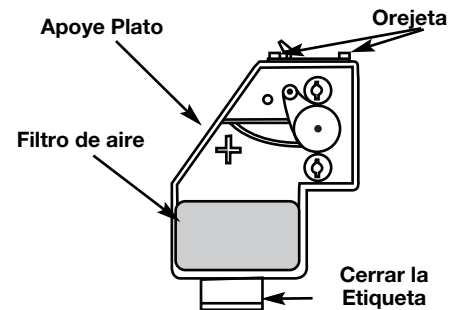

Fig. 48
7. Instale de nuevo la tapa del filtro de aire. Haga coincidir las ranuras que hay en la parte superior de la tapa del filtro de aire con las lengüetas de la parte superior de la placa posterior (Fig. 48).